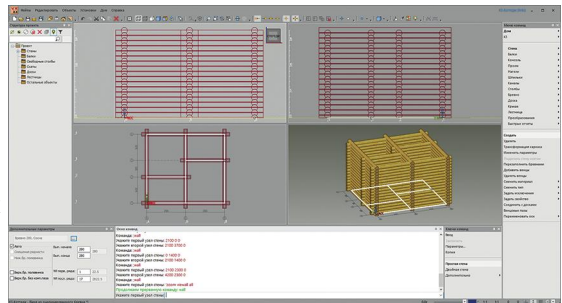

рис. 21
4. Сделаем масштаб изображения в каждом видовом окне максимально возможным. Так удобнее работать. Для этого щёлкнем *правой* кнопкой мыши по пиктограмме . В результате во всех видовых окнах изображение станет точно по размерам окна (рис. 21).